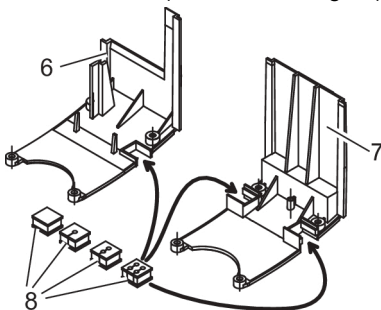

Abb. 10: Rückteil mit und ohne Aussparung
6. Das Rückteil ohne Aussparung für den Wasserzähler (7) und geeignete Kabeltüllen (8) aus dem Zubehörbeutel zur Hand nehmen (siehe Abbildung 10).